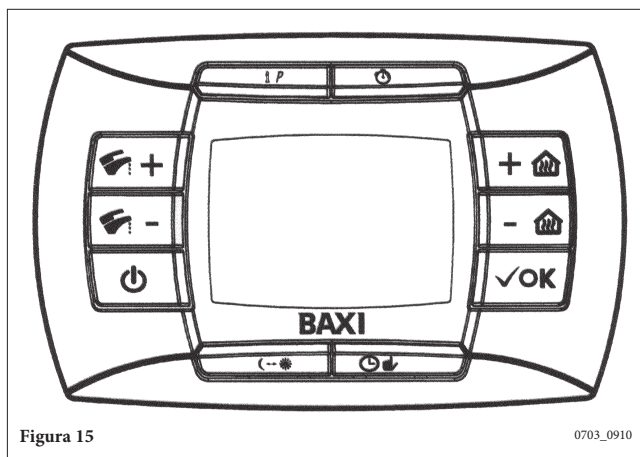

Figura 15
- apăsați și mențineți apăsată tasta , apoi apăsați tasta  (a se vedea figura 15).